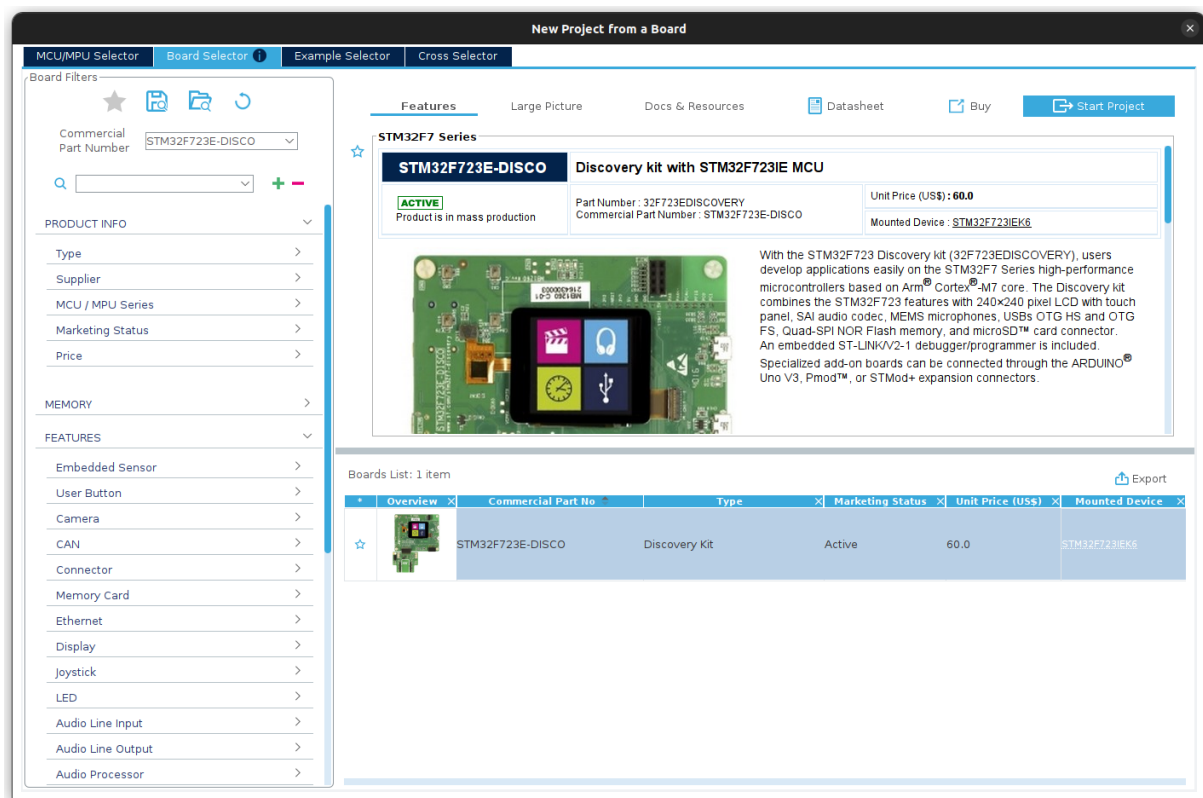

Figura 49: Selector de placas con la STM32F723E-DISCO seleccionada
- **BOARD:** En este caso, partimos de un procesador que ya se encuentra dentro de una placa, y sus pines tienen conexiones concretas establecidas (LEDs, Botones, Pantallas...). En este modo, simplemente deberemos elegir qué funciones activamos, pero no tendremos la dificultad de tener que planificar qué hace cada pin. Utilizaremos este segundo modo eligiendo nuestra placa (723E discovery) (Figura 49).